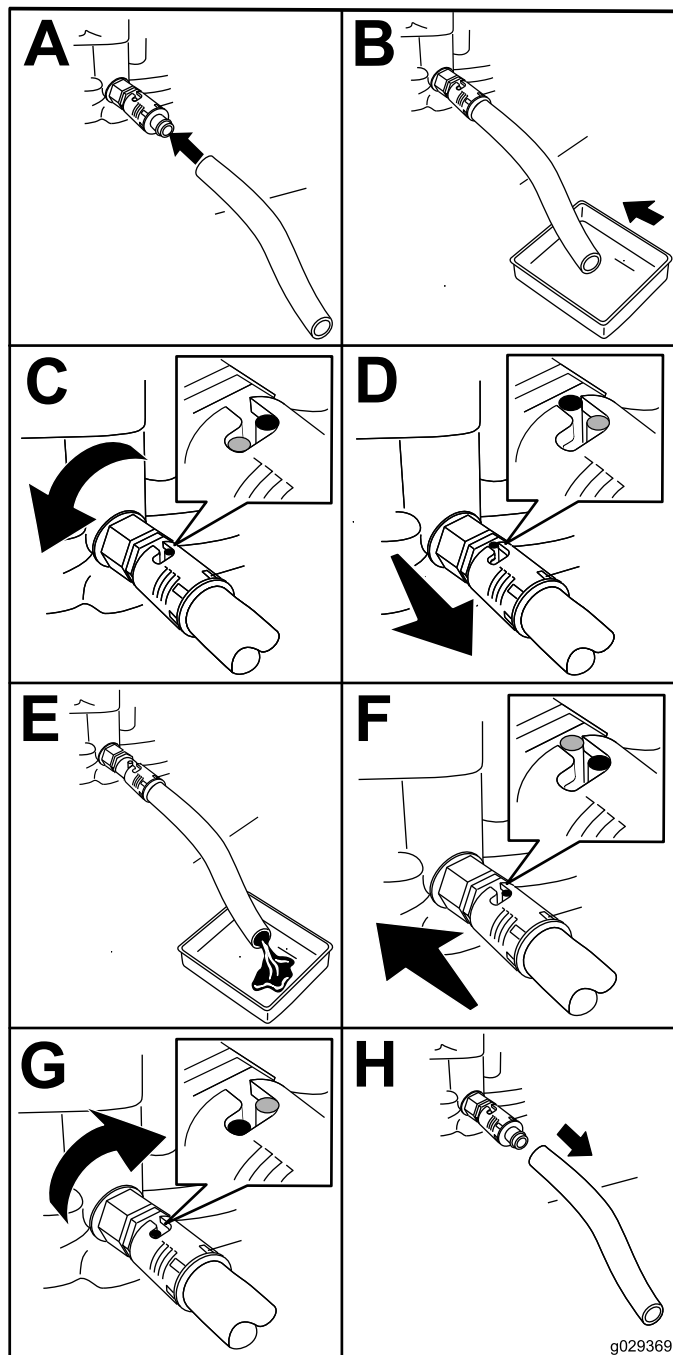

Рисунок 31
4. Установите сливной шланг на сливной клапан (Рисунок 31).
5. Поместите другой конец шланга в подходящий контейнер для масла (Рисунок 31).
6. Поверните маслосливной кран на 1/4 оборота против часовой стрелки, чтобы начать слив масла (Рисунок 31).
7. После того как все масло стечет, закройте маслосливной кран, повернув его на 1/4 оборота по часовой стрелке (Рисунок 31).